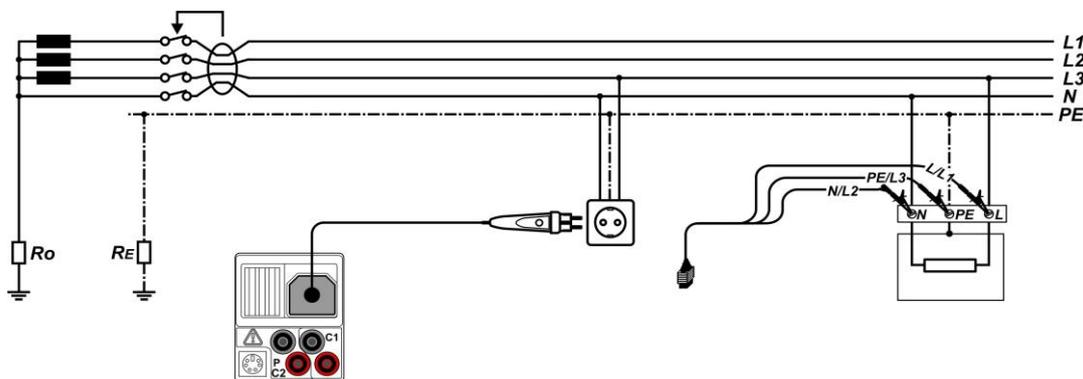

Abbildung 5.17: Anschließen des Stecker-Commanders und der 3-Leiter-Prüfleitung
- Schließen** Sie die Prüfleitungen am Prüfling an (siehe *Abbildung 5.17*).
- **Schließen** Sie die Prüfleitungen am Prüfling an (siehe *Abbildung 5.17*).
- ❑ **Schließen** Sie die Prüfleitungen am Prüfling an (siehe *Abbildung 5.17*).
<ul style="list-style-type: none"> <li>□ Wählen Sie die Funktion RCD mithilfe der Funktionswahltaasten aus.</li> <li>□ Stellen Sie die Unterfunktion AUTO ein.</li> <li>□ Stellen Sie (ggf.) die Prüfparameter ein.</li> <li>□ Schließen Sie das Prüfkabel am Instrument an.</li> <li>□ Schließen Sie die Prüfleitungen am Prüfling an (siehe Abbildung 5.17).</li> <li>□ Drücken Sie die Taste TEST, um die Messung durchzuführen</li> </ul>	Start des Tests